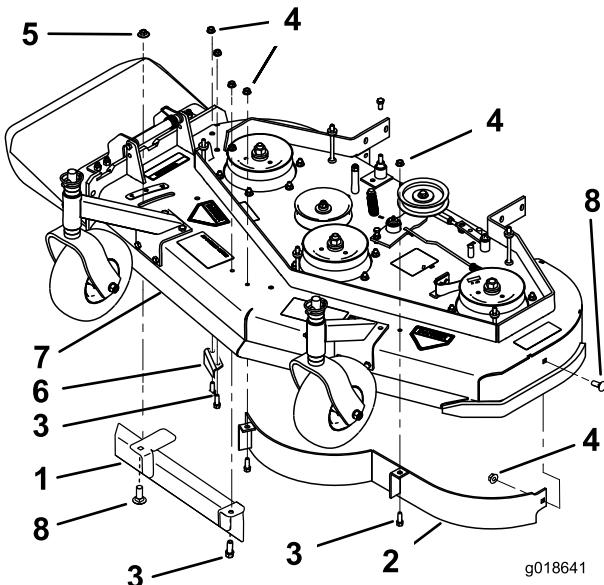
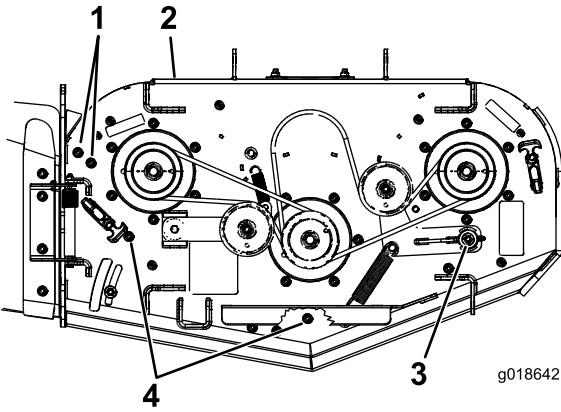

Figura 3
Figura 4
1. Togliete i dadi e i bulloni che tengono in posizione il deflettore anteriore sinistro (Figura 3 e Figura 4). Solo per tosaerba GrandStand da 40 poll., utilizzate la bulloneria esistente utilizzata per il perno della puleggia tendicinghia. Togliete e conservate la rondella curva per la modalità di scarico laterale.
2. Togliete i dadi e i bulloni che tengono in posizione il deflettore di scarico (Figura 3 e Figura 4). Montate i dadi e i bulloni per coprire i fori dopo aver tolto il deflettore.
3. Togliete il grosso dado flangiato e il bullone o il blocco delle camme e la rondella svitandoli dal deflettore di flusso regolabile (Figura 3).
4. Togliete il dado e il bullone che tengono in posizione il deflettore di flusso regolabile (Figura 3).